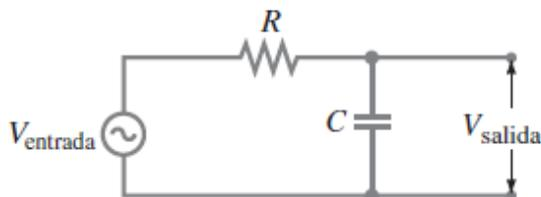

Figura 3. Diagrama do circuito RC do filtro passa-baixo.
O esquema seguinte, na figura 3, mostra um circuito RC denominado filtro-passa-baixo
4. Uma vez na placa de circuito impresso, proceda à montagem do circuito da figura 3 utilizando a resistência e o condensador que selecionou anteriormente.
8. Efetue o mesmo procedimento que o anterior, mas desta vez pegue no condensador, depois coloque o multímetro no modo de capacitância (F) e registre o valor real do condensador na tabela 1 com a respectiva incerteza.